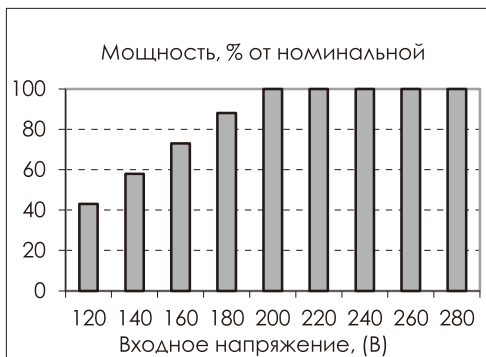

Рис.2
При понижении напряжения сети снижается максимальная выходная мощность стабилизатора; зависимость приведена на Рис.2.
6. Дождитесь окончания действия задержки подключения нагрузки (6 сек.) и при помощи цифрового индикатора уровней напряжения (2) и кнопки переключения (3) убедитесь в наличии входного и выходного напряжений. (Рекомендуем обратить внимание на входное напряжение сети. Подключение мощной нагрузки при пониженном напряжении может привести к перегрузке стабилизатора, см. Рис.2).
7. Выключите стабилизатор (1).
8. Подключите нагрузку (8).
9. Включите стабилизатор (1).
10. Если необходимо, включите увеличение задержки (5). (Рекомендуем использовать увеличенное время задержки, 180 сек., для оборудования с электродвигателями, например: холодильники, кондиционеры, насосы и т.п. Это позволяет, при при кратковременном отключении сети, движущимся механическим частям оборудования прийти в исходное состояние, и затем корректно подключить питание.)